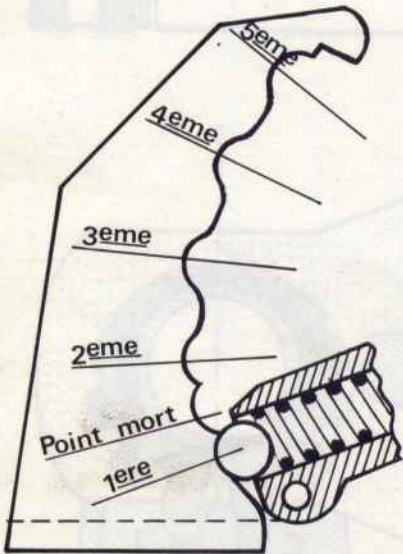

Figure 32
- Placer le sélecteur en position 1ère vitesse (figure 32).